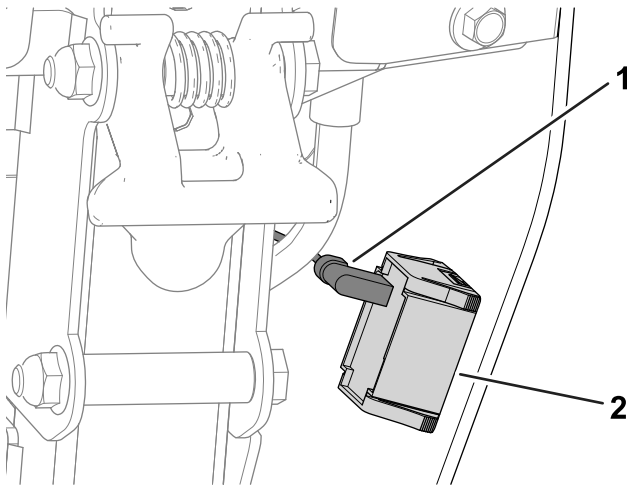

Bild 1
1. Trennen Sie den Kabelbaum-Steckverbinder vom Betriebsstundenzähler (Bild 1).